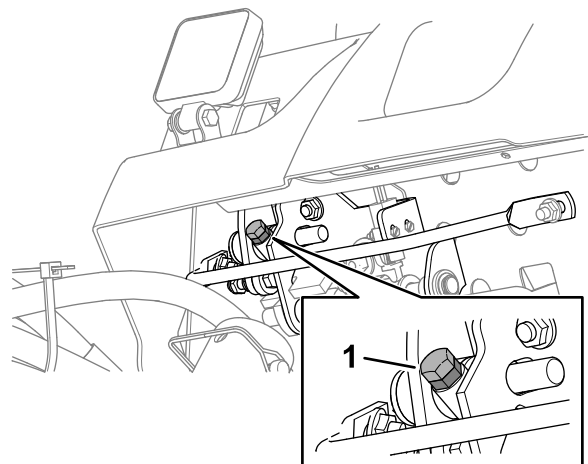

Bild 91
- Um die Mähgeschwindigkeit zu verringern, drehen Sie die Drehzahlbegrenzungsschraube (Bild 91) im Uhrzeigersinn.